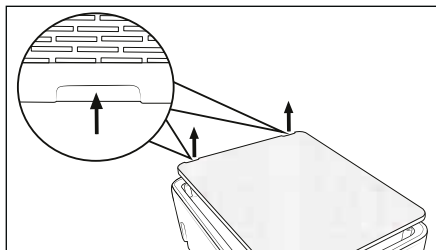

Fig. 5
- ◆ Tag afdækningen **6** på gribeordbningerne på produktets overside af (se fig. 5). Støvsug afdækningen **6** fra begge sider med en støvsuger. Rengøring af EPA-filteret **7** er ikke nødvendigt. Fastgør afdækningen **6** på gribeordbningerne på produktets overside igen.